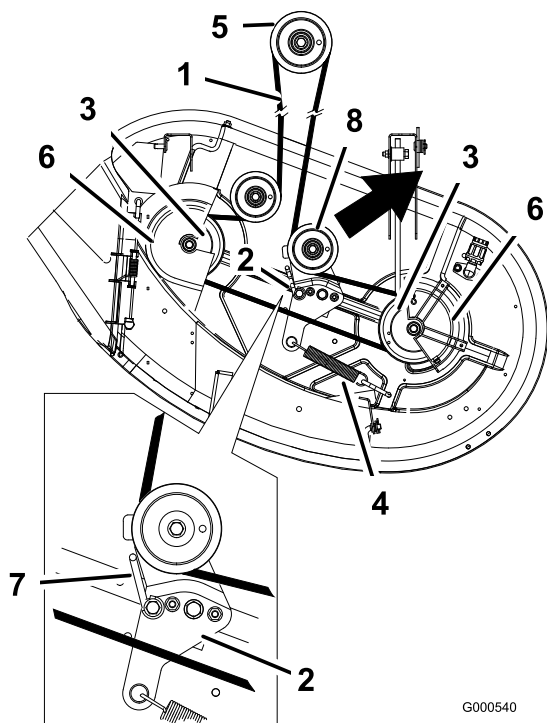

Bild 50
4. Nehmen Sie die Riemenabdeckung über die äußeren Spindeln ab und lösen Sie die Riemenführung (Bild 50).
- Ziehen Sie die Spannscheibe in die in Bild 50 angegebene Richtung und rollen den Riemen von den Scheiben ab.
- Legen Sie den neuen Riemen um die Motor- und Mähwerkspannscheiben (Bild 50).
- Ziehen Sie die Spannscheibe in die in Bild 50 angegebene Richtung und verlegen den Riemen um die andere Spannscheibe (Bild 50).
- Drehen Sie die Riemenführung auf dem Spannarm zur Riemenscheibe, bis sie stoppt (Bild 50).
- Ziehen Sie die Riemenführungsschraube fest (Bild 50).